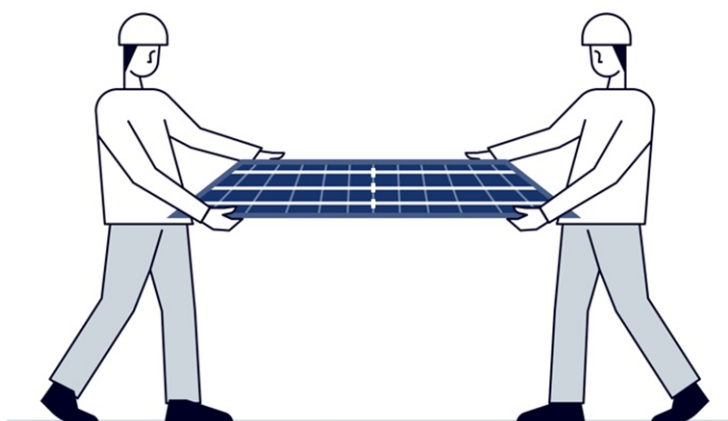

Figura 19: Maneggiamento dei moduli.
- g) I moduli FV devono essere afferrati dalla cornice in alluminio con due mani (Figura 19).